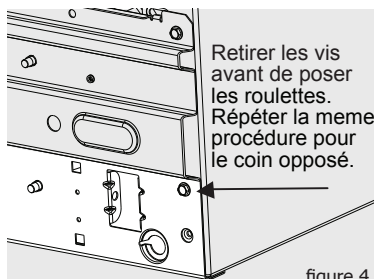

figure 4
1. Retirer et jeter les vis, illustrées sur la figure 4, de chaque coin à l'aide de la clé à douille 5/16 po.